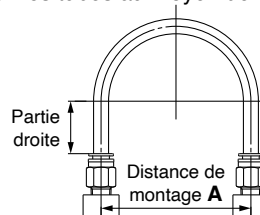

Fig. 1 Configuration de raccordement recommandée
1. Lors du raccordement de tubes à raccords instantanés, fournissez de la longueur de tuyau supplémentaire comme l'indique la Fig. 1, en configuration de raccordement recommandée.